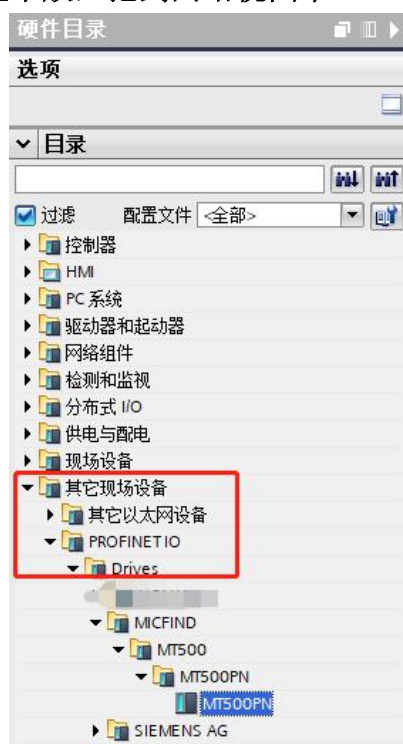

图 18 从站在目录中的位置
(1)如图 18 所示：在右侧，硬件目录中，如下位置找到 MT500PN 从站，双击添加到网络视图中。也可鼠标左键选择按住不放，拖到网络视图中